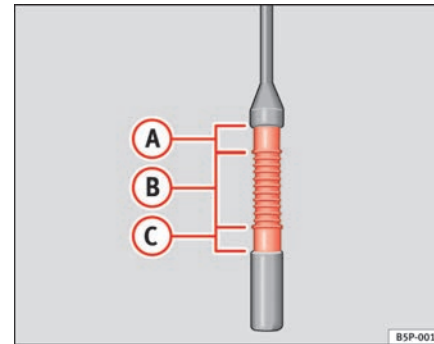

Abb. 165 Ölmesstab.
- Den Messstab anschließend wieder herausziehen und den Ölstand ablesen ⇒ Seite 225, Abb. 165. Füllen Sie gegebenenfalls Motoröl nach.